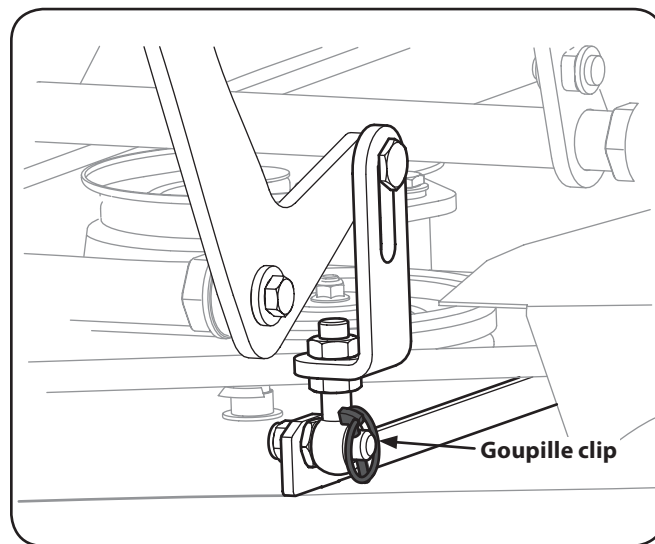

Figure 7-3
5. Retirez les quatre goupilles clips qui retiennent le plateau de coupe à l'ensemble de relevage du plateau de coupe. Voir Figure 7-3.